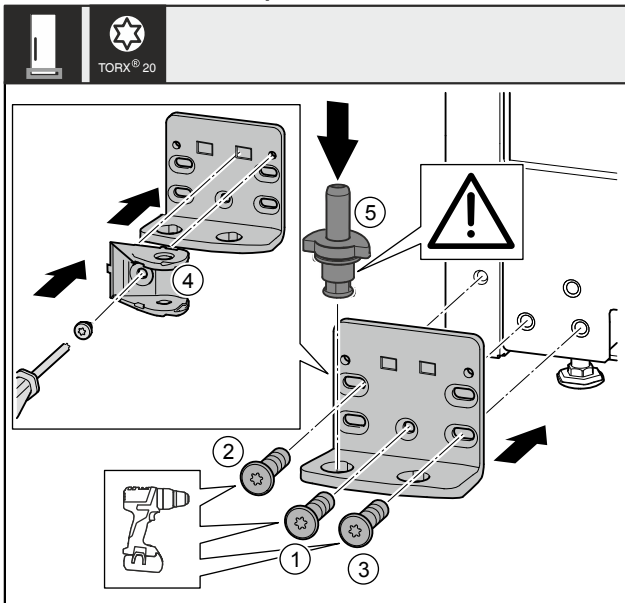

Fig. 38
- ▶ Lagerbock auf der anderen Seite ansetzen und mit Hilfe eines Schraubendrehers anschrauben. Mit Schraube *Fig. 38 (1)* unten in der Mitte beginnen.
- ▶ Schraube *Fig. 38 (2)* und Schraube *Fig. 38 (3)* festschrauben.
- ▶ Schließdämpferverbindung *Fig. 38 (4)* um 180° drehen. Auf der anderen Seite des Lagerbocks mit Schraubendreher anschrauben.
- ▶ Lagerbolzen *Fig. 38 (5)* komplett einsetzen. Dabei darauf achten, dass der Rastnocken nach hinten zeigt.